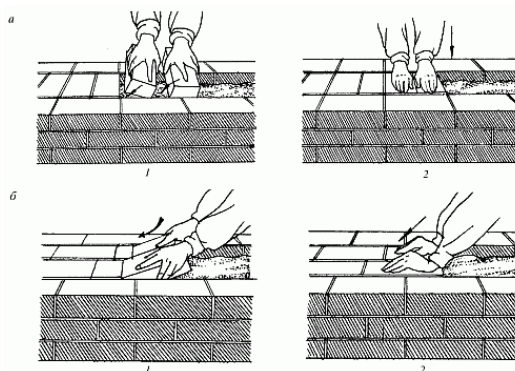

Рис. 12. Кладка забутки способом вполуприсык: а – тычками; б – ложками; 1–2 – последовательность действий
*Способом вполуприсык* выкладывают забутку (рис. 12). Для этого сначала между внутренней и наружной верстами расстилают раствор. Затем разравнивают его, после чего укладывают кирпич в забутку. Процесс кладки забутки несложен. Кирпич при кладке держат почти плашмя, на расстоянии 6–8 см от ранее уложенного, постепенно опуская кирпич на растворную постель, загибают ребром незначительное количество раствора, придвигают кирпич вплотную к ранее уложенному и нажимом рук осаживают его на место. Вертикальные швы остаются при этом частично незаполненными. Их заполняют при расстилании раствора для кладки следующего по высоте ряда, причем каменщик следит за тем, чтобы поперечные швы между кирпичами заполнялись полностью. Плохое заполнение вертикальных поперечных швов раствором не только снижает прочность кладки, но и увеличивает продуваемость стен, что уменьшает их теплозащитные свойства. Кирпич забутки плотно прижимают к постели, чтобы верхняя поверхность уложенных в забутку кирпичей была на одном уровне с верстовыми.